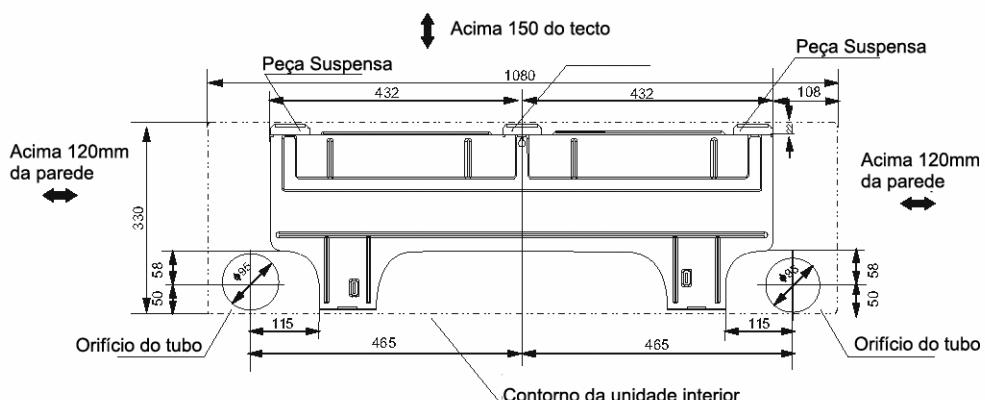

Fig. 5
1. Determine as posições do orifício de acordo com o diagrama pormenorizado na Fig.5. Faça um (1) orifício ( $\Phi$  95mm) ligeiramente inclinado para o exterior.